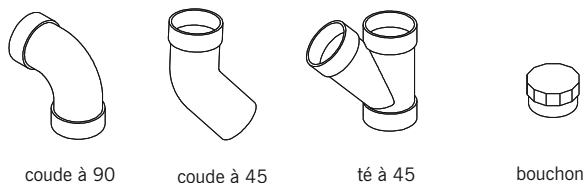

fig. 19.3
■ **Les canalisations** : tubes en PVC reliant la centrale aux différentes *prises d'aspiration*. Les tubes non apparents peuvent cheminer dans les combles, le vide sanitaire, au sous-sol ou dans les doublages des murs. Comme pour les canalisations d'évacuation sanitaire, les changements de direction des conduits sont assurés par des coudes ou des tés. Des bouchons de visite installés dans les parties basses du réseau ou à proximité des coudes permettent d'intervenir en cas d'obstruction accidentelle de la canalisation (fig. 19.3).